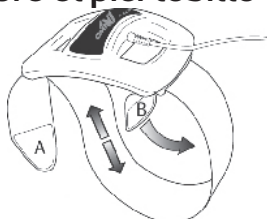

Figura 1
5. Para acortar o alargar la correa, desplace la lengüeta de velcro "B" a lo largo de la correa. (Figura 1)
6. Para apretar o aflojar la correa, desenganche y vuelva a enganchar la lengüeta de velcro "A". (Figura 1)